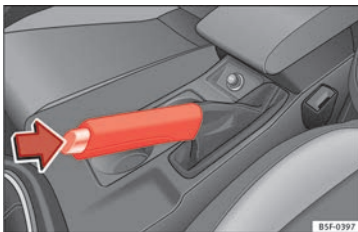

Fig. 196 Il freno a mano, ubicato tra i due sedili anteriori.
- Tirare con decisione la leva del freno a mano verso l'alto » **fig. 196**.
- Tenendo premuto (nella direzione indicata dalla freccia » **fig. 196**) il tasto di sblocco, spostare prima la leva leggermente verso l'alto e poi abbassarla del tutto » .